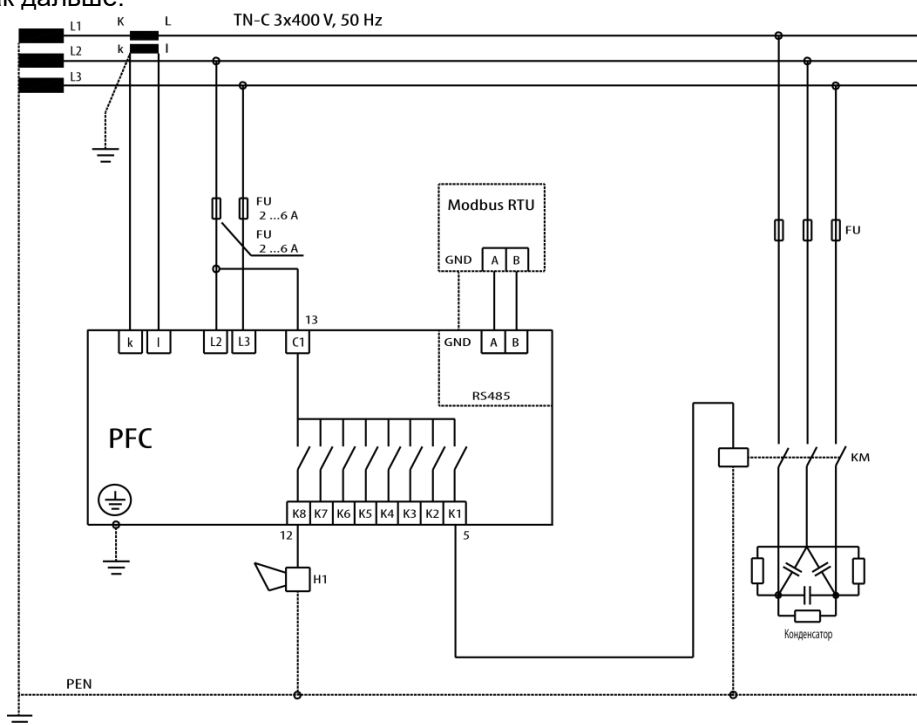

Рис. 5 Подключение регулятора PFC 8 RS, 400V AC
По умолчанию в устройстве установлены стандартные настройки (см. табл. 3). Питание контроллера необходимо осуществлять от регулируемой сети, так как данное напряжение также используется для измерения. Значение данного напряжения указано на заводской этикетке. Измерительный трансформатор тока может быть подключен к любой фазе. По умолчанию в качестве напряжения питания и измерения используется L2-L3, установка трансформатора тока производится в фазу L1. Схемы подключения показаны на Рис.4 и Рис.5.
1. Подключите регулятор согласно схеме Рис. 5.
Трансформатор тока в электрической цепи должен располагаться так, чтобы через него проходил ток нагрузки и конденсаторный ток. Примеры подключения, показаны на Рис. 4. Расширенная схема подключения изображена на Рис. 5. При компоновке установки компенсации реактивной мощности существует правило, что ступени одинаковой мощности должны быть подключены подряд.